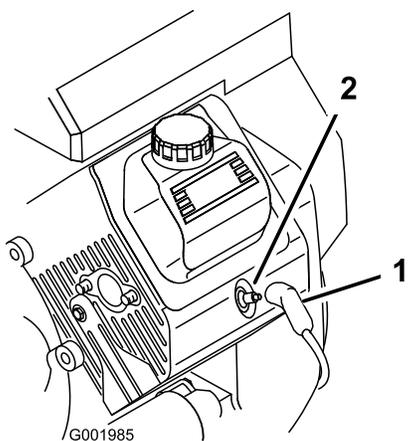

図 45
3. 点火プラグのコードが抜けているのを確認する図 45。
3. 点火コードを取り付ける図 45。